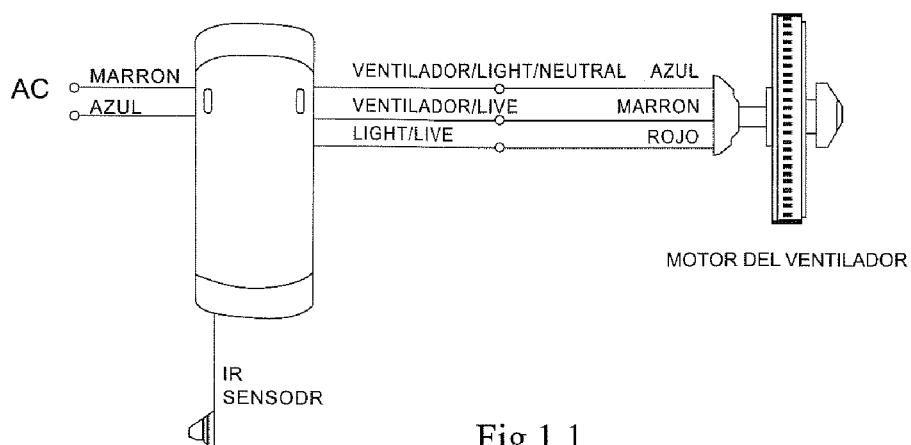
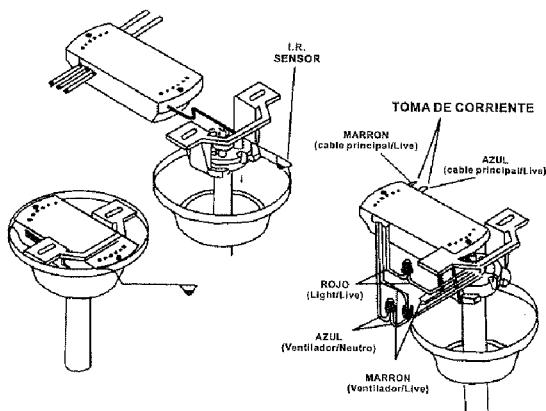
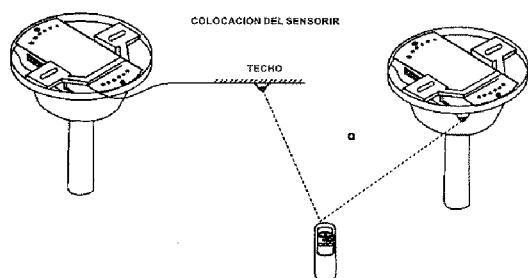

Fig.1.1
Fig.1.2
Fig . 2
1. Conecte los cables según se muestra en las ilustraciones (Fig. 1.1 y Fig. 1.2.) Coloque el sensor de infrarrojos siempre fuera del embellecedor. Su ubicación dependerá de las condiciones de recepción. (Fig. 2)
2. Una vez conectados los cables inserte el receptor en el soporte del ventilador como se indica en la ilustración (Fig. 1.2) y cúbralo con el embellecedor.